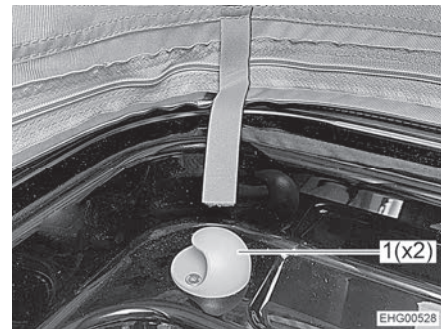

Bild 63 Hållare
- Haka fast skyddsnätet på de två hållarna (Bild 63,1).